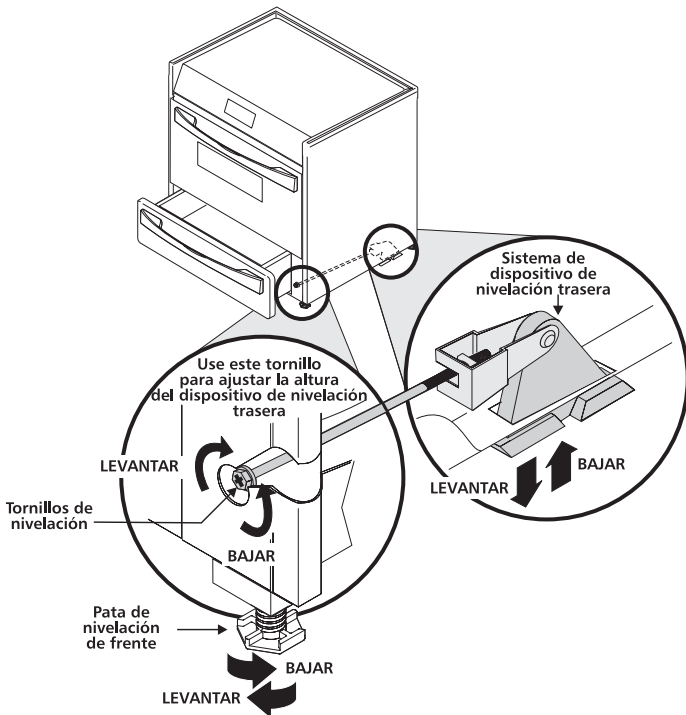

Figura 9
2. Baje el aparato, las 4 patas de nivelación alternadamente, hasta que la parte baja de la superficie de cocción repose sobre el mostrador (figura 9).
2. Despliegue el papel modelo y situarlo plano en el suelo con los bordes de frente y laterales ubicados exactamente sobre la línea del armario que acabe de dibujar. (Utilice el diagrama de abajo para situar las fijaciones si no viene incluido en el modelo). (figura 9).